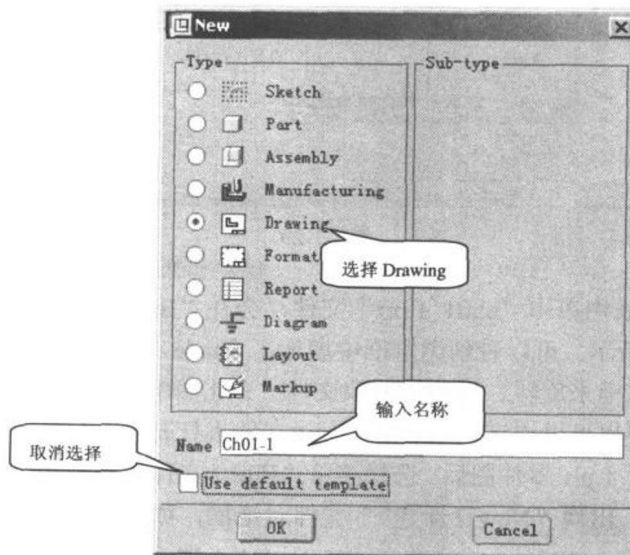

图 1-31
- ⇒ [打开 ch01_1.prt 零件图后，选择菜单“File (文件) → New (新建)”命令，或单击  按钮，出现“New (新建)”文件对话框，如图 1-31 所示。选择“Drawing (工程图)”，在 Name 栏内输入“ch01_1”，取消选择“Use default template”复